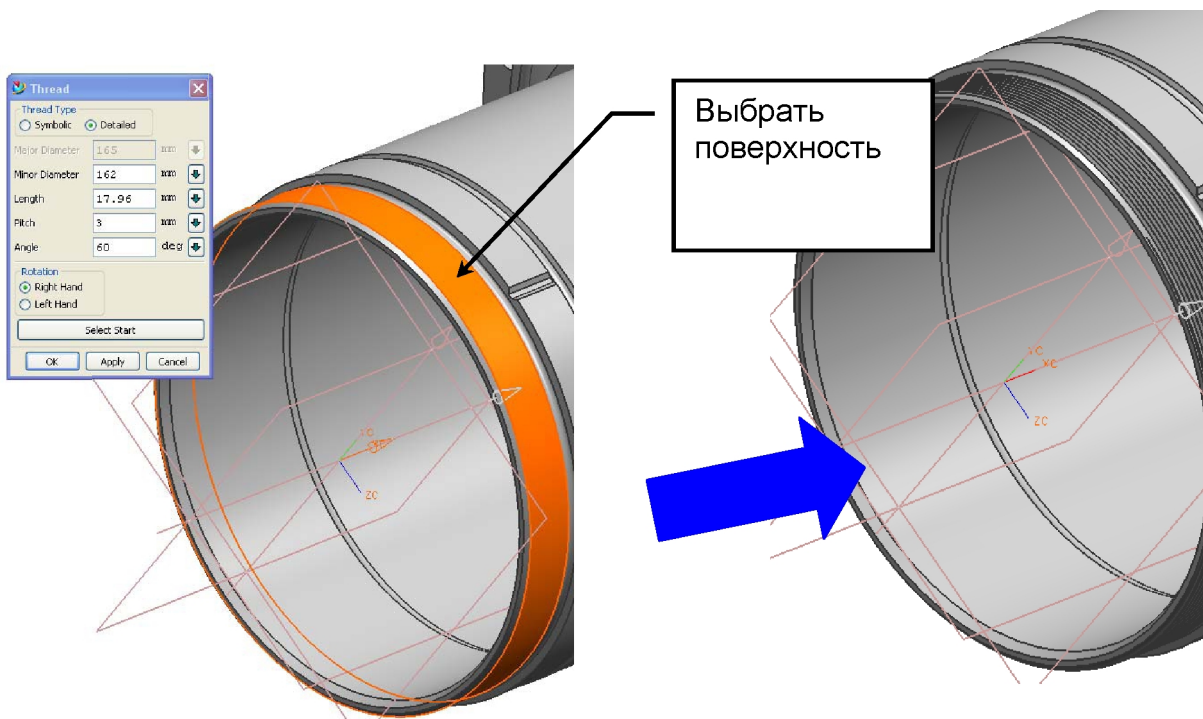

Рис. 121. Создание резьбы
Выбираем цилиндрическую поверхность и для нее задаем тип резьбы – детальная (**Detailed**) и задаем внутренний диаметр (163 мм), длину (17.96 мм), шаг (1.5 мм), угол резьбы (60) (Рис.121).